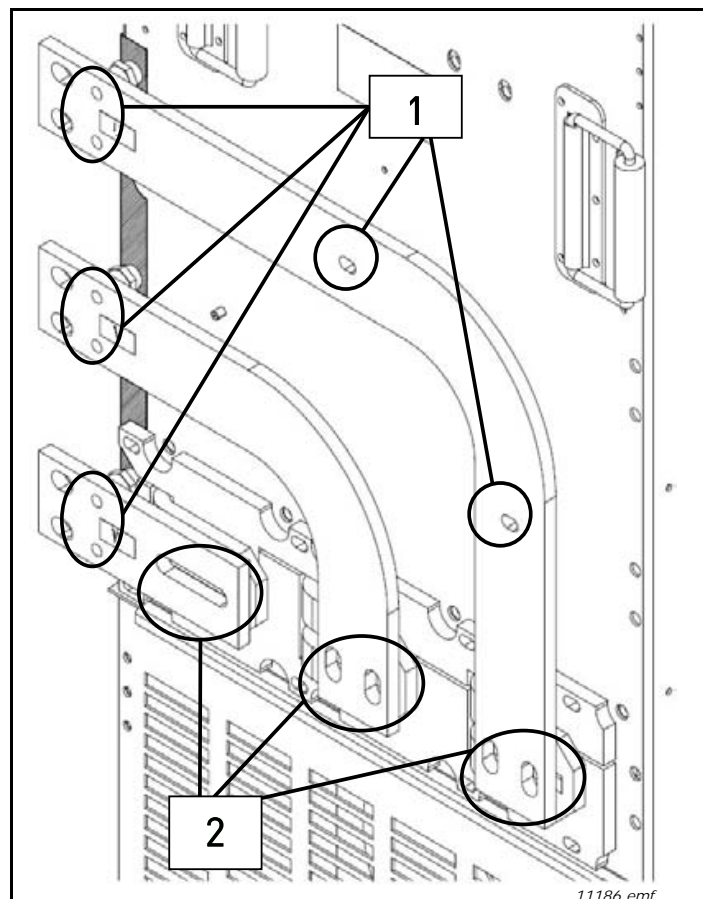

Abbildung 35. Anschluss linke Seite
5. Setzen Sie die Sammelschienen wie in Abbildung 35 gezeigt an.
6. Montieren Sie die in Abbildung 35 mit 2 nummerierten Befestigungen.
7. Montieren Sie die in Abbildung 35 mit 1 nummerierten Befestigungen.